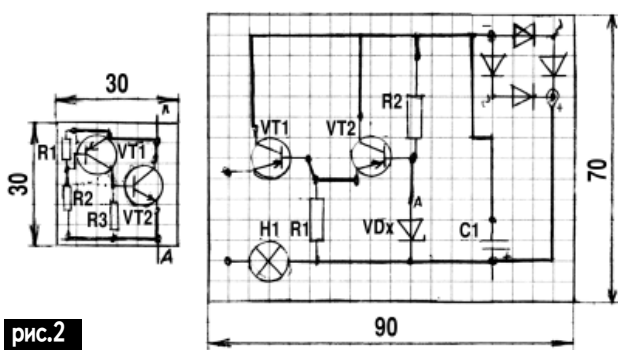

рис.2
**Детали.** Трансформатор T1 типа ТВК110Л2 или любой другой с выходным напряжением 12 В (примерно), транзистор VT1 типа П213Б можно заменить на П213-П217Б, все остальные транзисторы менять не следует. Лампа накаливания H1 24 В, 10 Вт. Этот блок питания удобен и практичен. Размещение элементов устройства изображено на рис.2.